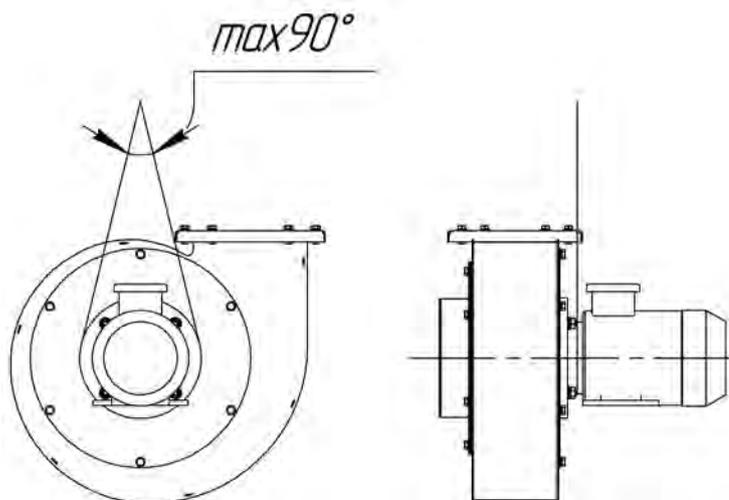

Рис. 4
- 5.12 При производстве погрузочно-разгрузочных работ строповку вентиляторов необходимо производить только за строповочные элементы, при их отсутствии в соответствии со строповочной схемой (см. рис.4). Запрещается разгружать вентиляторы сбрасыванием.